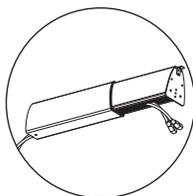
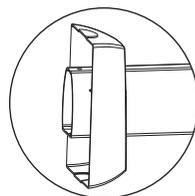
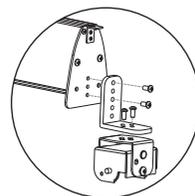

图1
图2
图4
- ① 首先把线材收纳到安装支杆内, 如图1。然后把底盖套入吊架支杆, 如图2。把后安装板安装到吊架支杆, 紧固螺丝(配件⑤), 如图3。把前安装板安装到吊架副杆的面板上, 再把角度调节器安装到前安装板上, 紧固螺丝(配件⑥), 如图4。